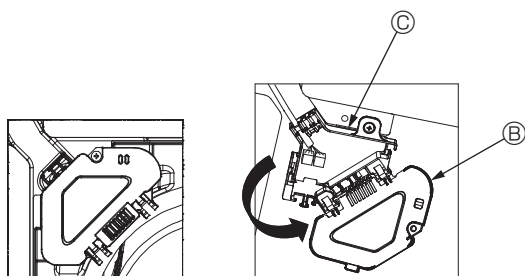

Fig. 7-5
- ③ Retire o parafuso que segura a tampa da caixa de conexão e, em seguida, abra a tampa. (Fig. 7-5)
- ④ Coloque o conector dos fios de junção na caixa de conexão.
- ⑤ Instale a tampa dos fios e a tampa da caixa de conexão.